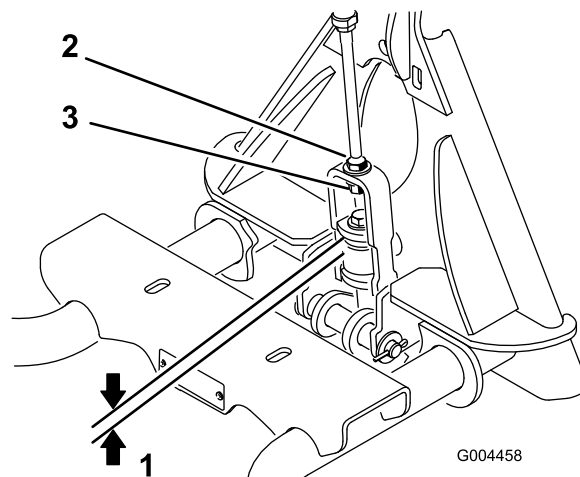

Bild 7
2. Messen Sie den Abstand zwischen der oberen Scheibe und dem Distanzstück im Anschluss am Anbaugerätadapter, siehe Bild 7.
Hinweis: Der Abstand zwischen der Scheibe und der Schulter sollte 1,5 bis 2,2 mm betragen. (0,15 bis 0,20 cm) (Bild 7).
3. Wenn der Abstand nicht richtig ist, lösen Sie die Klemmmutter und ziehen Sie die Einstellmutter am Kettenglied entsprechend an oder lösen Sie sie, um den Abstand zu ändern (Bild 7).